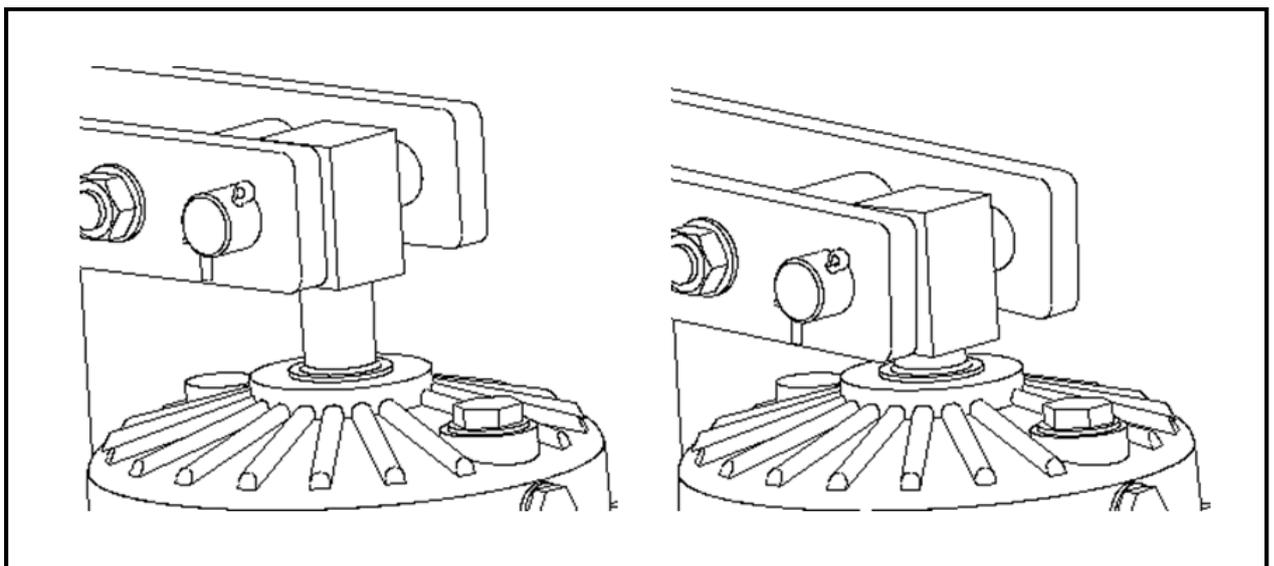

图 8.5
活塞杆棒处于图 8.5 的右侧，表明活塞杆全部进入了推动器内部，弹簧力无法作用到制动盘上，这时是最危险的！必须避免此种情形的发生。
- 如果推动器活塞杆如图 8.5 所示, 活塞杆棒处于图 8.5 的右侧, 表明活塞杆全部进入了推动器内部, 弹簧力无法作用到制动盘上, 这时是最危险的! 必须避免此种情形的发生。